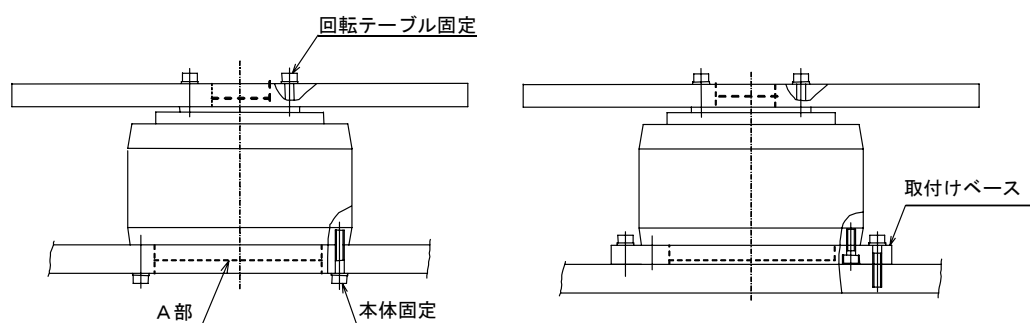

図2.1 アクチュエータの設置
- 図2.1に示すA部には、位置検出を行う精密部品(レゾルバ)が組込まれています。A部のボルト類は絶対に緩めないでください。また、A部に何かの部品を取付けたり無理な力を加えると、本来の精度や機能を発揮できなくなることがありますのでおやめください。
- (2) アブソデックスを機械に直接取付けできない時などは、できるだけ高い剛性の得られる架台に取付けてください。